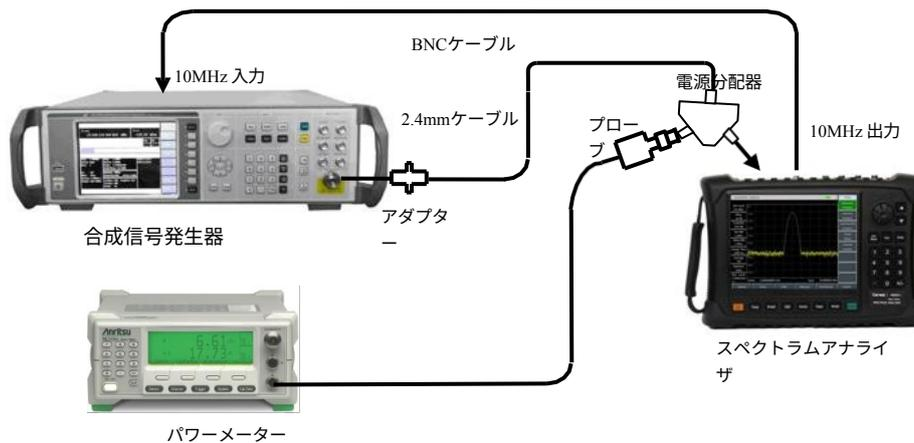

図12-15 参照レベル不確実性とスケール忠実度試験の設定
- 2) 図12-15に示すように測定機器を接続します。スペクトラムアナライザは1464C合成信号発生器の周波数基準を提供するため、スペクトラムアナライザとパワーメータをパワーディバイダを介して信号発生器に接続します。
2) 図12-15に示すようにテスト機器を接続します。スペクトラムアナライザは1464C合成信号発生器の周波数基準を提供します。スペクトラムアナライザとパワーメータをパワーディバイダを介して信号発生器に接続します。